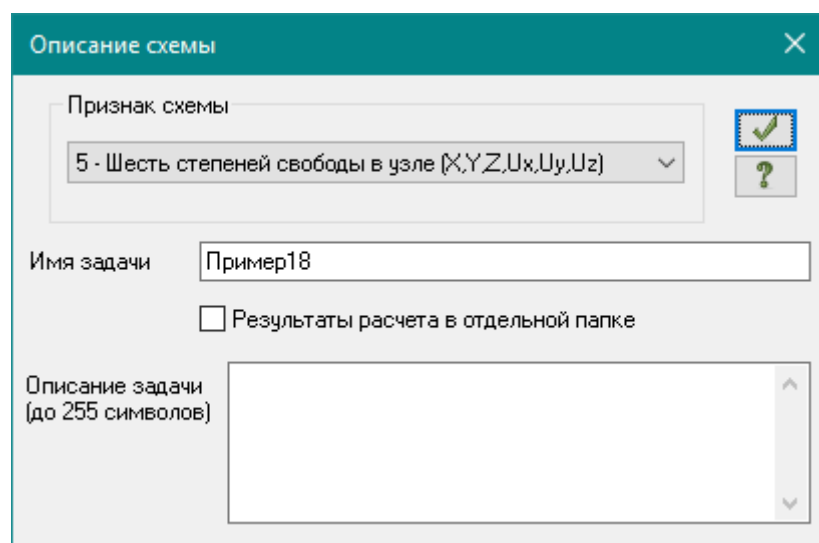

Рис.18.1. Диалоговое окно **Описание схемы**
- В появившемся диалоговом окне **Описание схемы** (рис. 18.1) задайте следующие параметры: